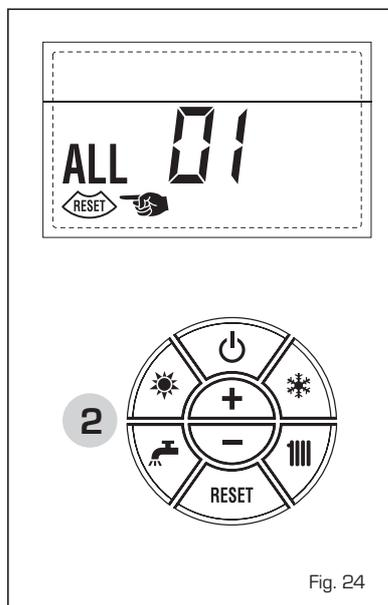

Fig. 24
- ANOMALIA BASSA PRESSIONE ACQUA "ALL 02" (fig. 24/a)